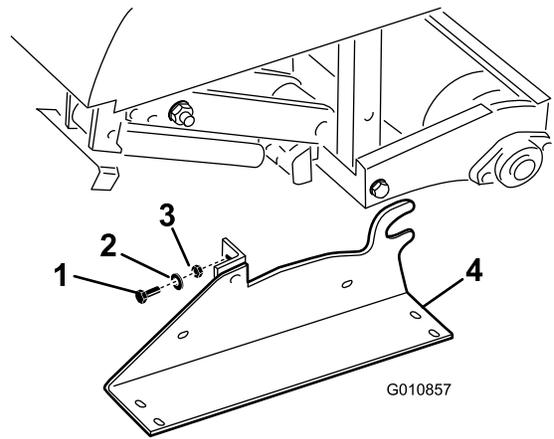

Figure 32
2. Enlevez les boulons, rondelles de blocage et écrous qui fixent les supports de rangement à chaque extrémité de l'aérateur (Figure 32).